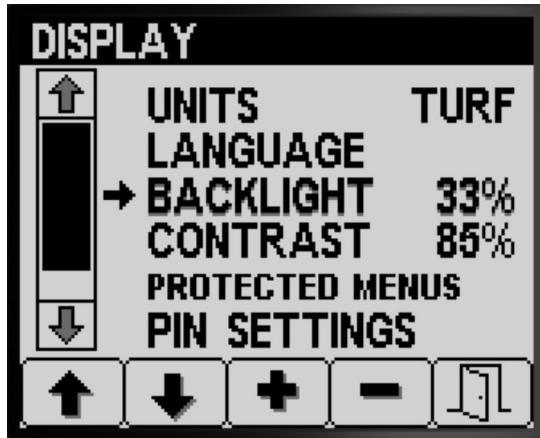

Bild 19
4. Drücken Sie Taste 4, um die Sprache auszuwählen (Bild 19).
5. Drücken Sie Taste 5, um die Einstellung zu speichern, den Bildschirm SPRACHE zu beenden und auf den DISPLAY-Bildschirm zu gehen (Bild 19).
3. Drücken Sie Taste 1 oder 2, um auf die Sprache zu navigieren, die auf dem InfoCenter-Display angezeigt werden soll (Bild 19).